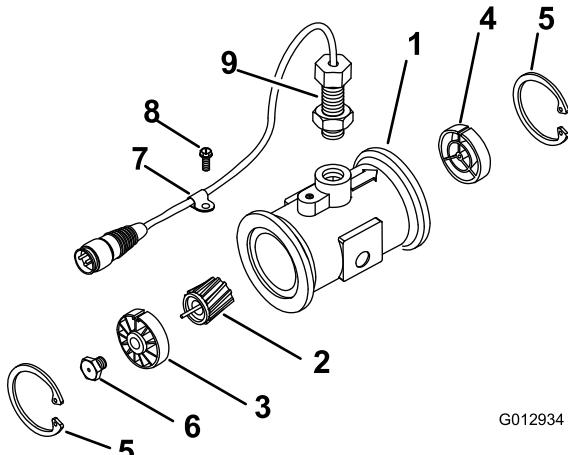

Figura 86
3. Rimuovete l'anello di ritenuta sul lato a monte (Figura 86).